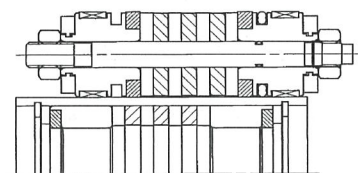

図16 誤った組み合わせ
- ⑦外部移動子とピストン移動子のシリンダチューブへの挿入方向性にご注意ください（ $\phi 6$ は対象外）。
- 2) 図16のように、ピストン移動子が外部移動子の中央からずれて吸着する場合は誤った組み合わせ。